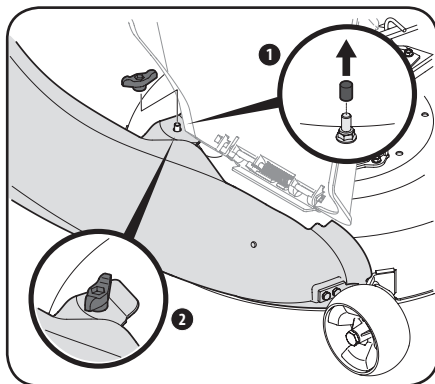

Figura 4-13
2. Fije el codo del canal a la plataforma usando la perilla de aletas (720-04122) del paquete de elementos de ferretería (689-00567). Consulte la Figura 4-13.
Nota: Si la hubiera, retire la cubierta protectora de la clavija de montaje en la plataforma de corte como se muestra en el recuadro de la Figura 4-13.